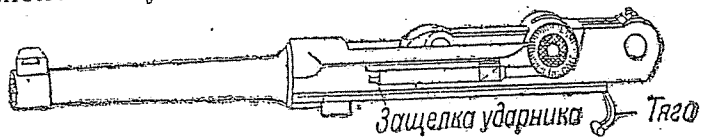

Рис. 42. Ствол со ствольной коробкой
3. Вставить затвор в ствольную коробку, доведя его до обреза ствола; предварительно нажать на защелку ударника, расположенную слева ствольной коробки (рис. 42). При